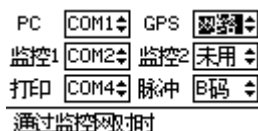

图 4-22 通信端口子菜单示例
(2) 通信端口: 主要完成: “监控” 端口选择; “PC” 调试端口选择; “GPS” 端口配置及 “打印口” 的设置, 确定各功能通过什么端口实现, 示例如图 4-22 所示界面。